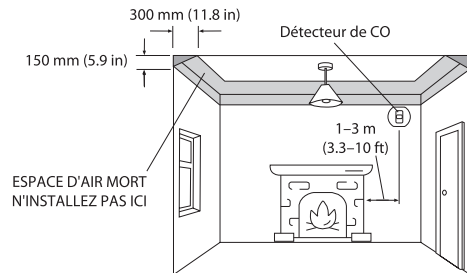

Figure 1 : Installation dans une pièce équipée d'un appareil de chauffage
**1. Installation d'un détecteur de CO dans une pièce où se trouve un appareil à combustion (voir figure 1) :**